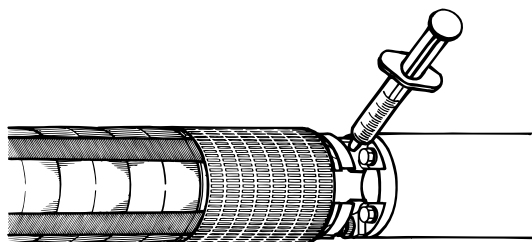

Fig. 7 Påfyldningsprøjtens placering
2. Tryk fyldesprøjten mod ventilen og sprøjt væske ind. Se fig. 7. Hvis ventilkeglen bliver trykket for langt ind, kan den blive beskadiget, og derved kan ventilen blive utæt.